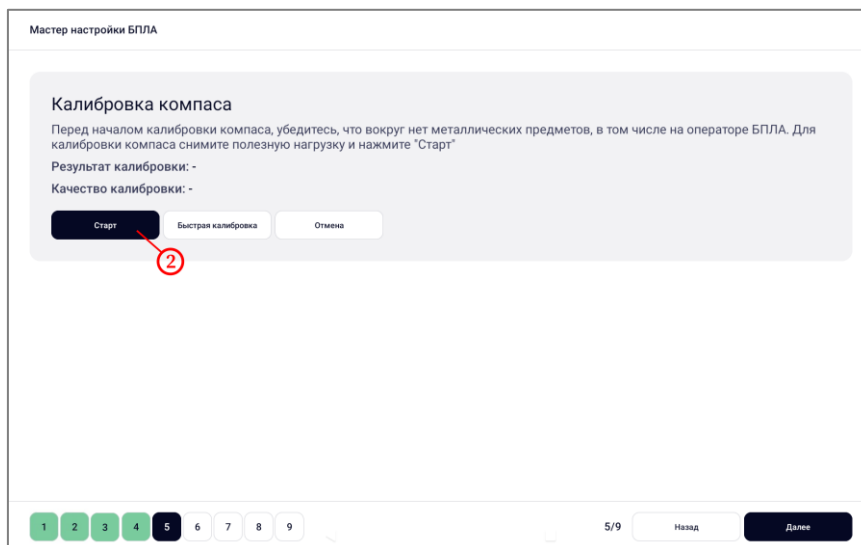

Рисунок 11 – Выполнение шага 5
- нажать на кнопку «Старт» (рисунок 11, шаг 2);